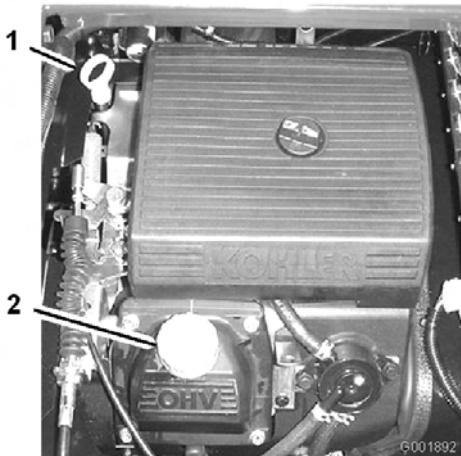

Figura 46
- Togliete l'asta di livello ed asciugatela con un panno pulito (Figura 46). Inserite l'asta nel tubo e verificate che sia inserita a fondo. Rimuovete l'asta e controllate il livello dell'olio.
- Se il livello dell'olio è basso, togliete il tappo di rifornimento dal coperchio della valvola (Figura 46) e versate dell'olio fino a portarne il livello al segno di pieno (Full) sull'asta. Versate l'olio lentamente, controllando spesso il livello durante questa operazione. Non riempite troppo.
8. Versate lentamente circa l'80% della quantità indicata d'olio nel bocchettone di rifornimento (Figura 46).